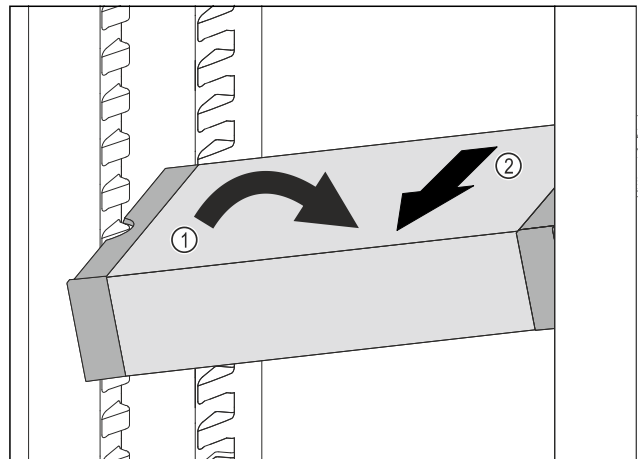

Fig. 152
- Impostare il vano frigorifero di VarioSafe ad angolo. Fig. 152 (1)
- Rimuovere VarioSafe tirando in avanti. Fig. 152 (2)